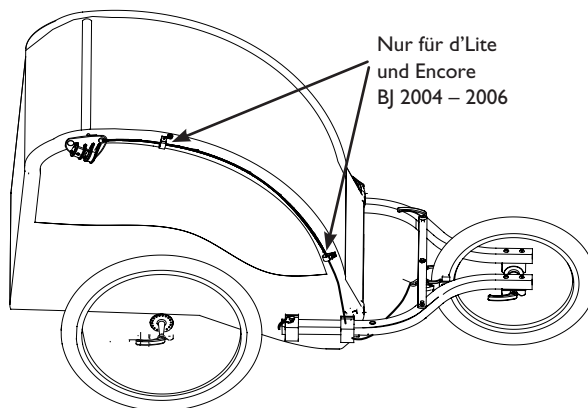

Abbildung 15
4. **Nur d'Lite BJ 04–06 und Encore BJ 05–06:** Wiederholen Sie den Vorgang an der oberen Druckknopfschraube (s. Abbildung 15).